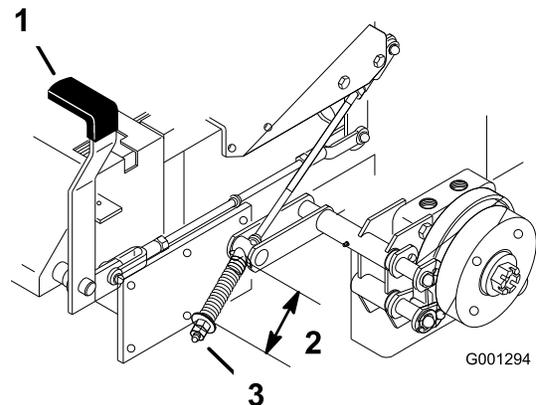

Figura 86
2. Misurate la lunghezza della molla (Figura 86).
3. Se la regolazione è necessaria, disinserite il freno di stazionamento, allentate il controdado sotto la molla e regolate il dado direttamente sotto la molla (Figura 86).